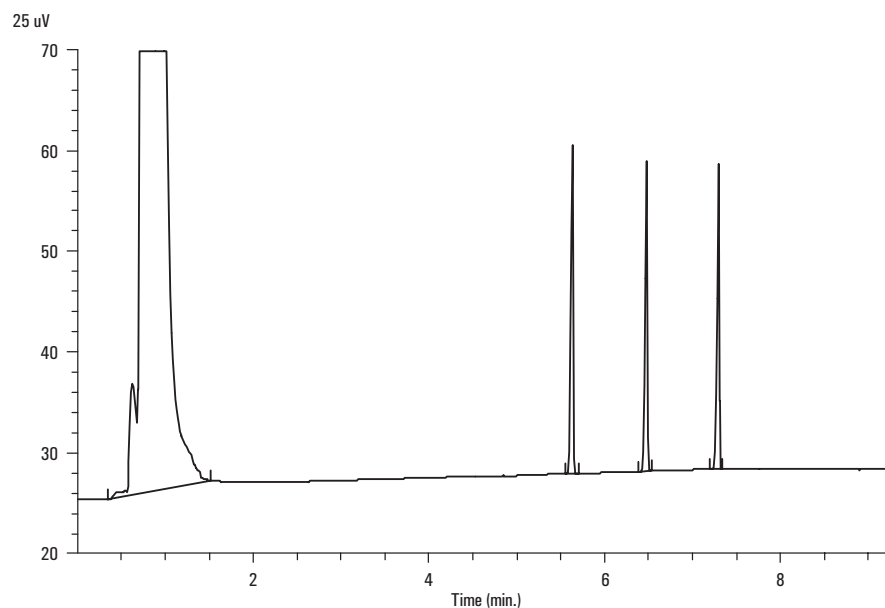

図 7. TCD チェックアウトのクロマトグラム例
2. 図 7 と同様なクロマトグラムが得られたことを確認します。許容基準は：